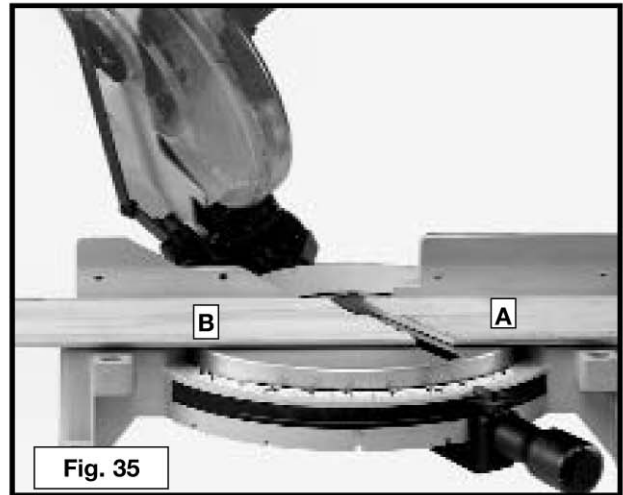
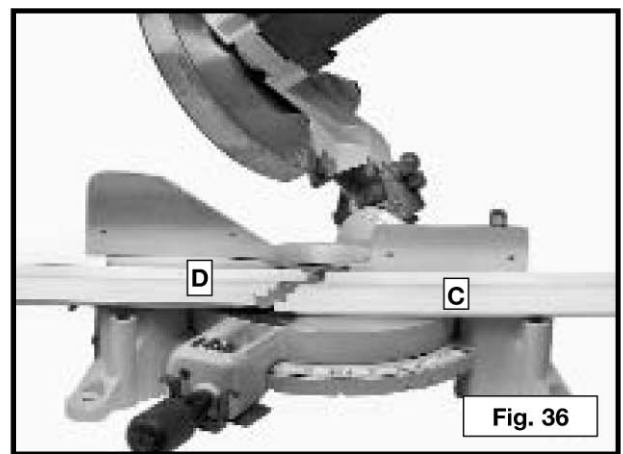
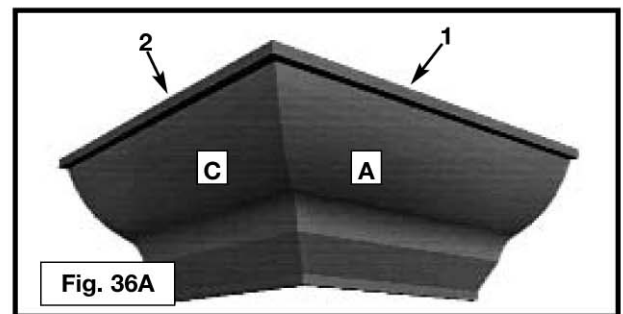
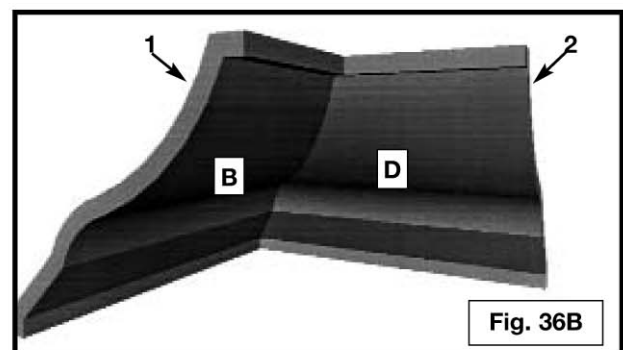

Fig. 35
Fig. 36
Fig. 36A
Fig. 36B
3. Coloque a moldura em coroa sobre a bancada com a **MARGEM DO TETO** da moldura contra o guia de corte, e faça o corte, como mostra a Fig. 35.
NOTA: A peça da moldura em coroa usada para o canto externo estará sempre do lado direito da lâmina, conforme mostrado em (A) Fig. 35. A peça da moldura em coroa usada para o canto interno estará sempre do lado esquerdo da lâmina, conforme mostrado em (B) Fig. 35.
5. Coloque a moldura em coroa sobre a bancada com a **MARGEM DA PAREDE** da moldura em coroa contra o guia de corte e faça o corte. Novamente, a peça da moldura em coroa usada para o canto externo estará sempre do lado direito da lâmina, conforme mostrado em (C) Fig. 36. A peça da moldura em coroa usada para o canto interno estará sempre do lado esquerdo da lâmina, conforme mostrado em (D) Fig. 36.
6. A Fig. 36A ilustra os dois lados externos do canto; (1) é a peça cortada em (A) Fig. 35 e (2) é a peça cortada em (C) Fig. 36.
7. A Fig. 36B ilustra os dois lados internos do canto; (1) é a peça cortada em (B) Fig. 35 e (2) é a peça cortada em (D) Fig. 36.